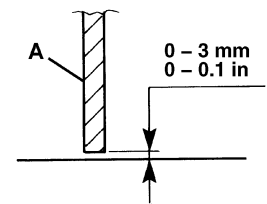
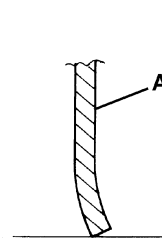
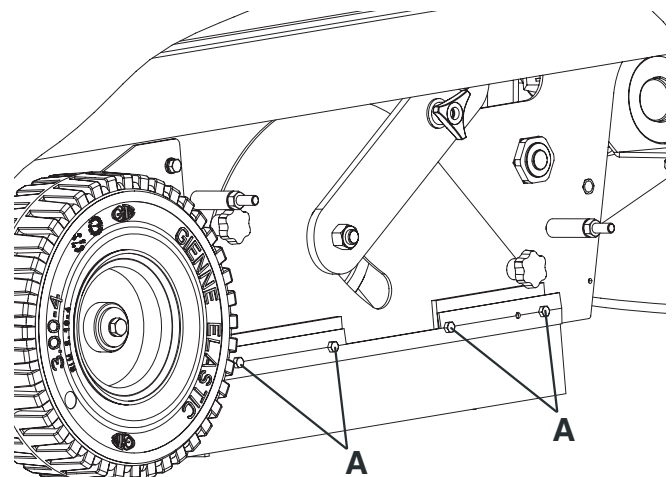
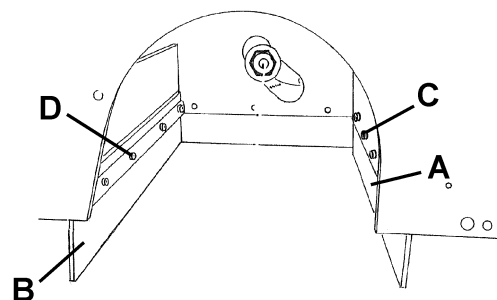

Figure 13
Figure 14
Figure 16
Figure 17
5. Contrôler que la hauteur du sol des volets latéraux (13 et 14) est comprise entre 0 et 3 mm (A, Fig. 13). Si besoin est, régler la hauteur des volets en utilisant les orifices oblongs sur les vis (A, Fig. 16).
- le volet avant (A, Fig. 17) touche légèrement le sol et que, de toute façon, il ne se détache pas du sol (A, Fig. 14).
- le volet arrière (B, Fig. 17) se trouve à une hauteur du sol comprise entre 0 et 3 mm (A, Fig. 13).
10. Si besoin est, régler la hauteur des volets en utilisant les orifices oblongs sur les vis (C et D, Fig. 17).